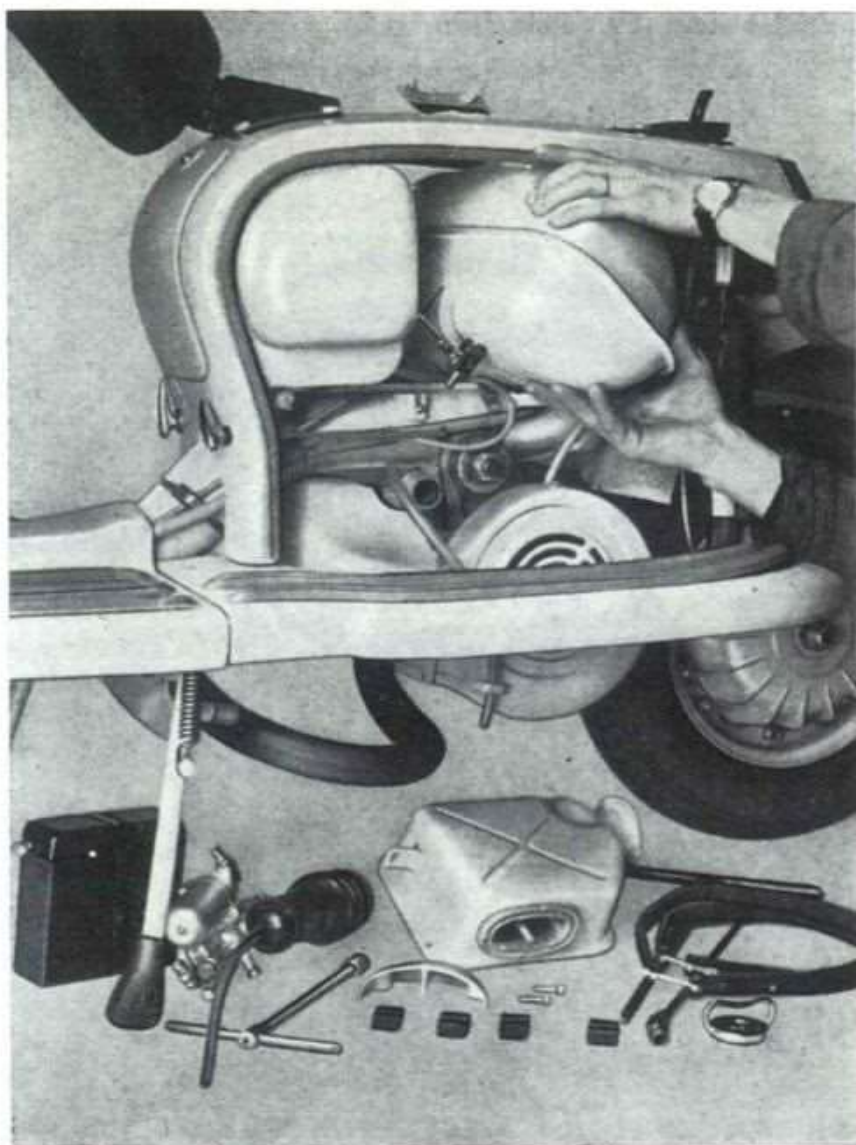

Fig. 37
- 56** Afferrare il serbatoio dal lato volano, ruotarlo in senso orario e sfilarlo dal suo alloggiamento. Vedi fig. 37.